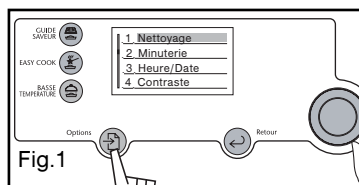

Fig.1
Sélectionnez "Nettoyage" dans le menu "Options" (fig 1). Votre four vous indique le degré de salissure de la cavité et vous propose à l'aide du bouton de sélection deux modes de nettoyage : **Pyromax** et **Pyro éco**
- Dévissez le hublot (fig. 1).